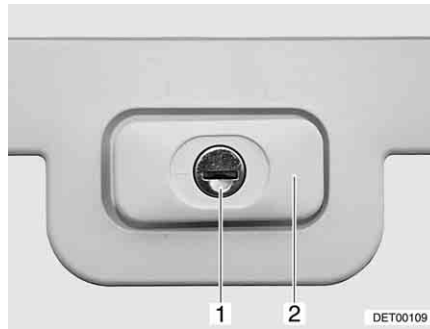

Bild 38 Klappenschloss, rechteckig, verschlossen
- Schlüssel in Schließzylinder (Bild 38,1) stecken und eine viertel Umdrehung drehen. Schlossgriff (Bild 38,2) schnappt heraus.